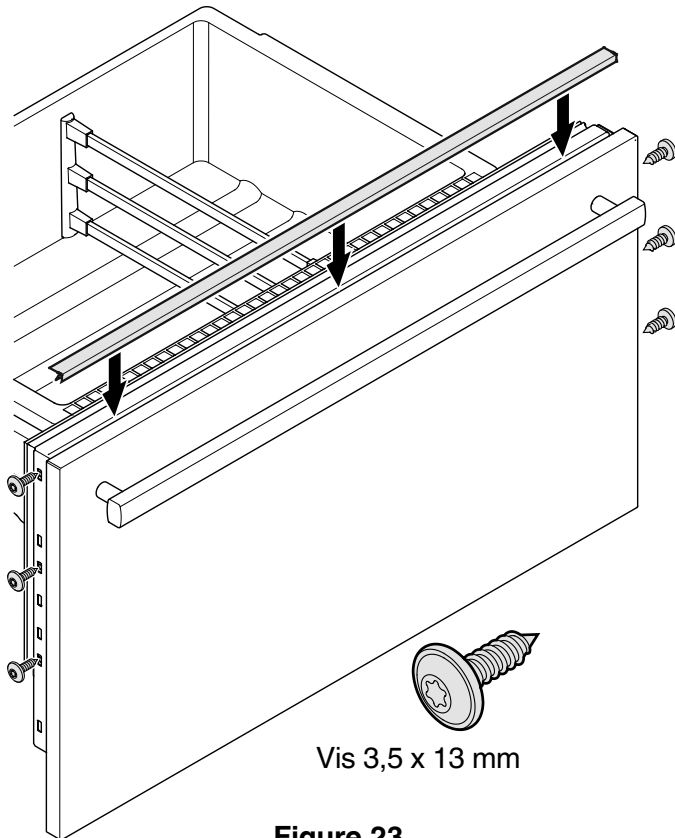

Figure 23
Montage des panneaux de tiroir du congélateur - Figure 23
1. Retirer le tiroir du congélateur supérieur et y visser le panneau à l'aide de trois vis à gauche et à droite en utilisant les vis comme à la **Figure 23**.
4. Finalement recouvrir la fente entre le tiroir et le panneau des deux tiroirs du congélateur à l'aide des bourrelets fournis. Retirer le film protecteur de la surface adhésive du bourrelet et le coller sur le dessus du tiroir de l'appareil (**Figure 23**) en veillant à ce que le joint souple soit complètement inséré dans la fente.